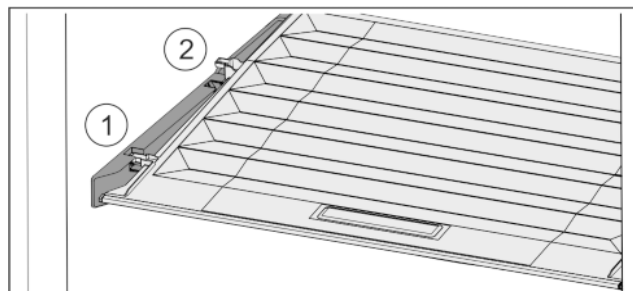

Fig. 32
- Tirare in avanti il coperchio fino all'apertura nei fermi Fig. 32 (1).
- Sollevare posteriormente dal basso e togliere verso l'alto Fig. 32 (2).